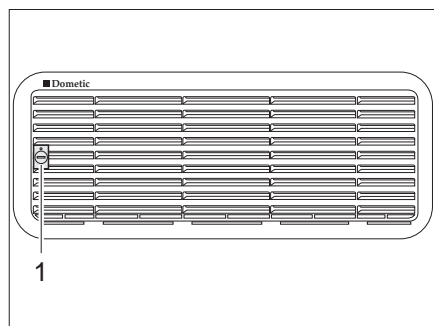
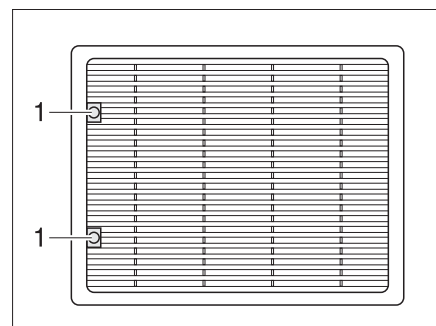

Bild 238 Kühlschrank-Lüftungsgitter (Dometic klein)
Bild 239 Kühlschrank-Lüftungsgitter (Dometic groß)
- Schraube (Bild 238,1 bzw. Bild 239,1) mit Hilfe einer Münze eine viertel Umdrehung drehen.